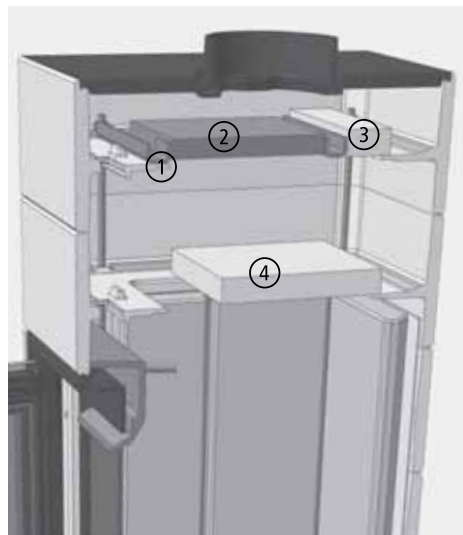
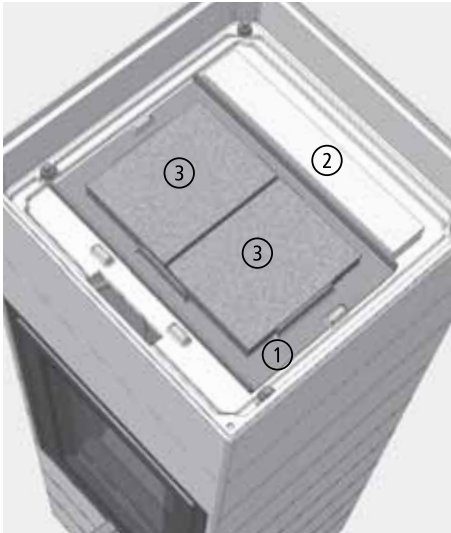

Abb. 3.23 Lage der Katalysatorplatten beim CORNA tec, Schnittdarstellung
Abb. 3.24 Lage der Katalysatorplatten beim CORNA tec, Blick von oben bei abgenommener Deckplatte
beim CORNA tec wird der Aufnahmerahmen nach vorne geschoben (siehe Abb. 3.23 bzw. Abb. 3.24),
beim CORNA tec wird der kleine Umlenkstein hinter den Aufnahmerahmen gelegt (siehe Abb. 3.24)
- ③ auf den Aufnahmerahmen werden die beiden Katalysator-Elemente aufgelegt (siehe Abb. 3.23 bzw. Abb. 3.24),
- ③ unten die Umlenkung einlegen und hinten anordnen - der Überbrand ist vorne.